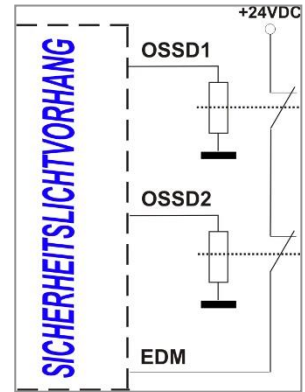

Abb. 30
- Den Eingang der EDM (gelbe Ader des Empfängers / PIN 4) an die Öffnerkontakte mit 24V DC der zu überwachenden Vorrichtung schließen (Abb. 30).